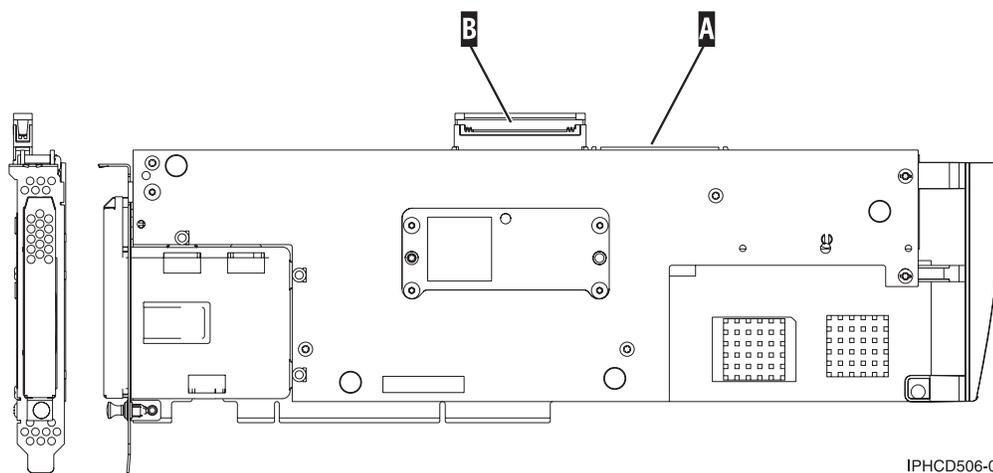

Figura 15. 5708, adaptador de E/S de memoria caché de escritura auxiliar
2. Conecte el cable al puerto SCSI A del adaptador de memoria caché auxiliar de escritura. Consulte la Figura 15 en la página 46.